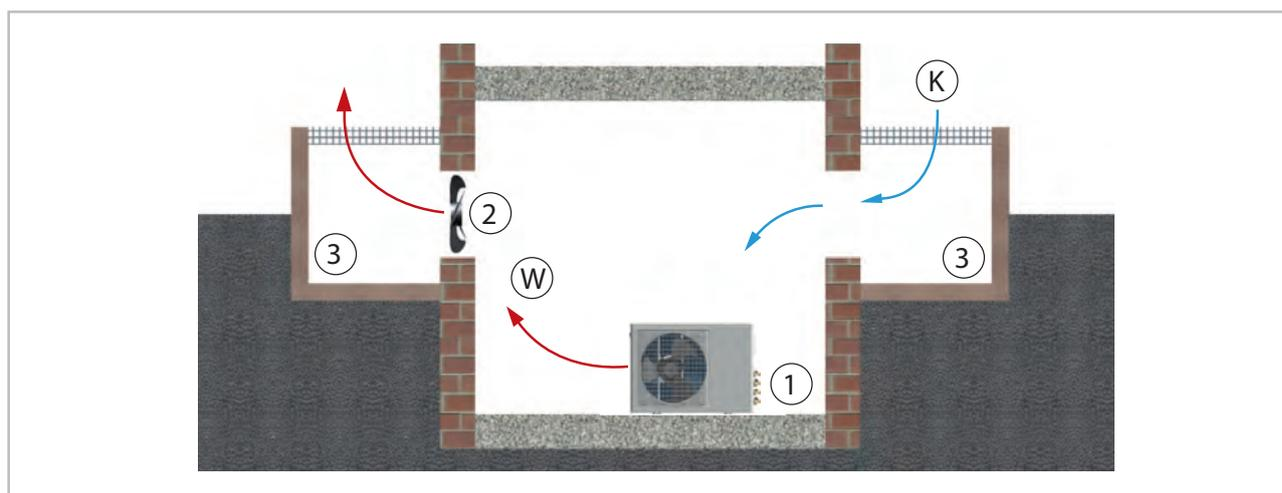

Fig. 28: Installation en intérieur
- Veillez à garantir une évacuation suffisante de la chaleur lorsque l'unité extérieure est installée dans une cave, sous les combles, dans des pièces annexes ou dans des ateliers (Voir la Fig. 28).
- Installez un ventilateur supplémentaire disposant d'un débit d'air volumique identique à celui de l'unité extérieure à monter dans la pièce et pouvant compenser pour les éventuelles pertes de pression additionnelles par des canaux d'air (Voir la Fig. 28).